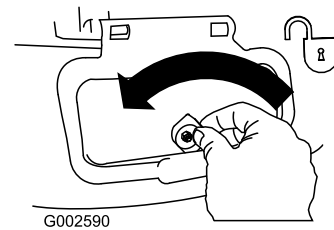

Figure 21
1. Déverrouillez le volet d'éjection latérale (Figure 21).